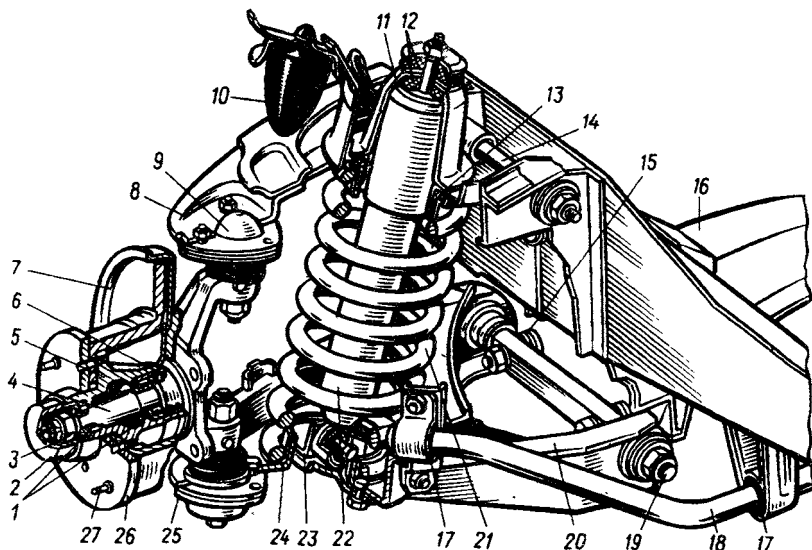
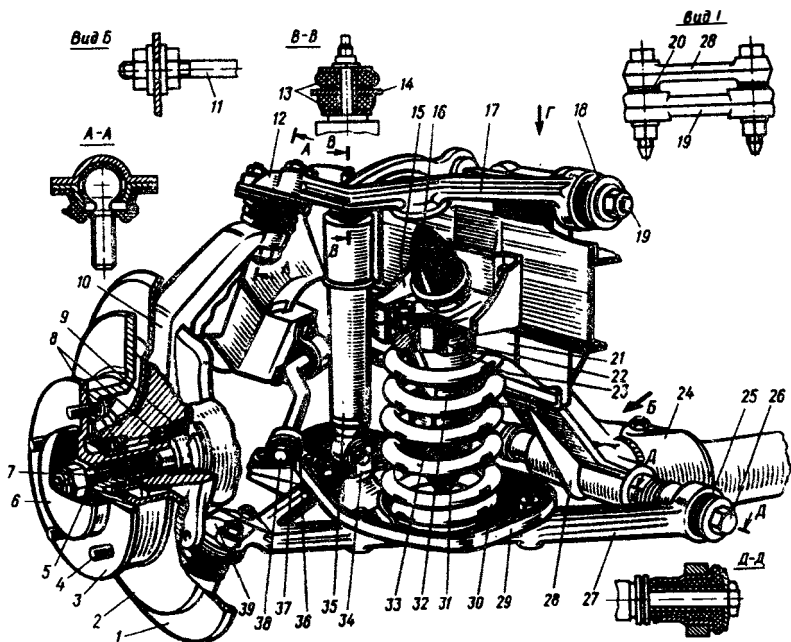
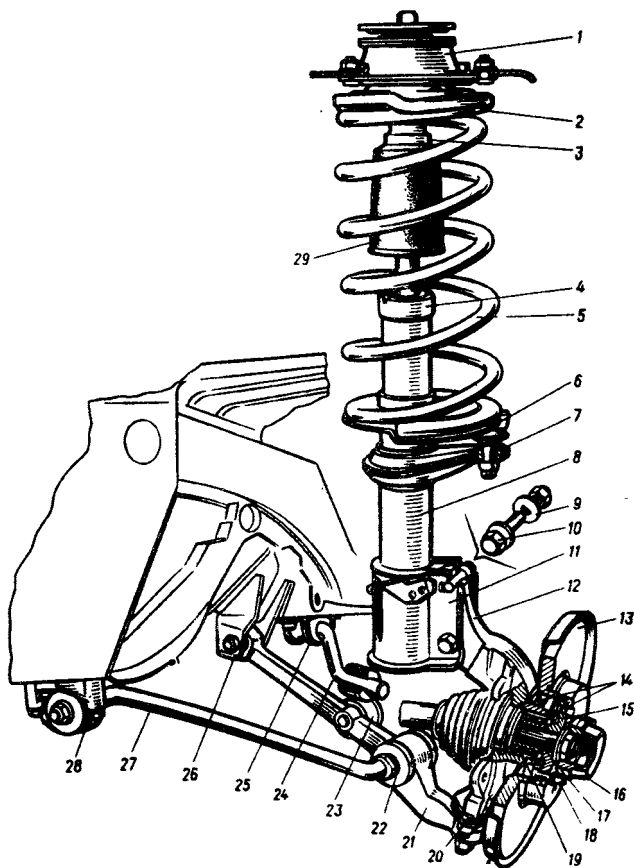

Рис. 24. Передняя подвеска автомобилей ВАЗ моделей 2101 — 2107:
Рис. 25. Передняя подвеска автомобиля ВАЗ-2121:
Рис. 26. Передняя подвеска автомобилей ВАЗ моделей 2108, 2109:
Автомобили ВАЗ моделей 2101, 2107 и их модификации имеют переднюю подвеску (рис. 24) независимую, рычажно-пружинную, с гидравлическими амортизаторами и стабилизатором поперечной устойчивости. Передние колеса автомобилей подвешены независимо одно от другого, не имеют между собой непосредственной связи, перемеща-
Передняя подвеска автомобиля ВАЗ-2121 и его модификаций (рис. 25) — независимая, рычажно-пружинная, с гидравлическими те-
Передняя подвеска автомобилей ВАЗ моделей 2108, 2109 и их модификаций (рис. 26) — независимая, телескопическая, с амортизаторны-
2. Ослабление крепления стабилизатора поперечной устойчивости. Подтянуть детали крепления стержня стабилизатора 18 (см. рис. 24) или 38 (см. рис. 25) или 24 (см. рис. 26), при износе резиновых опор 17 (см. рис. 24), 37 (см. рис. 25) или 25 (см. рис. 26) стержня стабилизатора их следует заменить.
отвертывают гайку оси 14 (см. рис. 24) верхнего рычага 8, вынимают ось и разворачивают рычаг проушинами наружу;
9. Повышенный зазор в подшипниках ступиц передних колес. Отрегулировать зазор в подшипниках ступиц передних колес или заменить подшипники новыми. Регулировку зазора выполняют с помощью индикатора, установленного на ступице колеса. Если зазор в подшипниках превышает 0,15 мм, отвертывают регулировочную гайку 3 (см. рис. 24), заменяют ее новой и затягивают моментом 19,6 Н•м, одновременно поворачивая ступицу 5 или 3 (см. рис. 25) в обоих направлениях 2—3 раза для самоустановки подшипников. Затем ослабляют регулировочную гайку и повторно затягивают ее моментом 6,86 Н•м, после отворачивают регулировочную гайку на 20—25° и устанавливают зазор в подшипниках, равный 0,02—0,08 мм.
на автомобиле ВАЗ-2121 при помощи регулировочных шайб 20 (см. рис. 25), устанавливаемых между осью 19 верхних рычагов и кронштейном 28 поперечины передней подвески, путем их перестановки с одного болта на другой. При перестановке регулировочных шайб с заднего болта на передний угол продольного наклона оси поворота увеличивается, а при обратной перестановке этот угол уменьшается;
на автомобилях ВАЗ моделей 2108, 2109 при помощи регулировочных шайб 22 (см. рис. 26), устанавливаемых на обоих концах растяжки 27 передней подвески. При снятии регулировочных шайб с одного из концов растяжки угол продольного наклона оси поворота увеличивается, а при добавлении шайб уменьшается;
на автомобилях ВАЗ других моделей путем перестановки с одного болта на другой регулировочных шайб 15 (см. рис. 24), которые нахо-
на автомобиле ВАЗ-2121 регулировочными шайбами 20 (см. рис. 25) путем изменения их количества на болтах крепления оси 19 верхних рычагов передней подвески. Для увеличения развала колес с обоих болтов снимают одинаковое число шайб, а для уменьшения добавляют;
на автомобилях ВАЗ моделей 2108, 2109 регулировочным болтом 10 (см. рис. 26) с эксцентриковой шайбой 9. При повороте болта изменяется положение поворотного кулака 12 относительно амортизаторной стойки 8, в результате чего изменяется угол развала переднего колеса;
на автомобилях ВАЗ других моделей регулировочными шайбами 15 (см. рис. 24) путем изменения их количества на болтах крепления оси 19 нижних рычагов передней подвески. Развал колес увеличивается при снятии с обоих болтов одинакового числа шайб и уменьшается при добавлении.
6. Разрушение верхней опоры амортизаторной стойки передней подвески. Заменить вышедшую из строя резиновую опору 1 (см. рис. 26) новой. Для этого со стороны отделения двигателя снимают защитный колпак опоры, отвертывают гайки крепления амортизаторной стойки 8 и опоры 1 к кузову и меняют поврежденную опору.